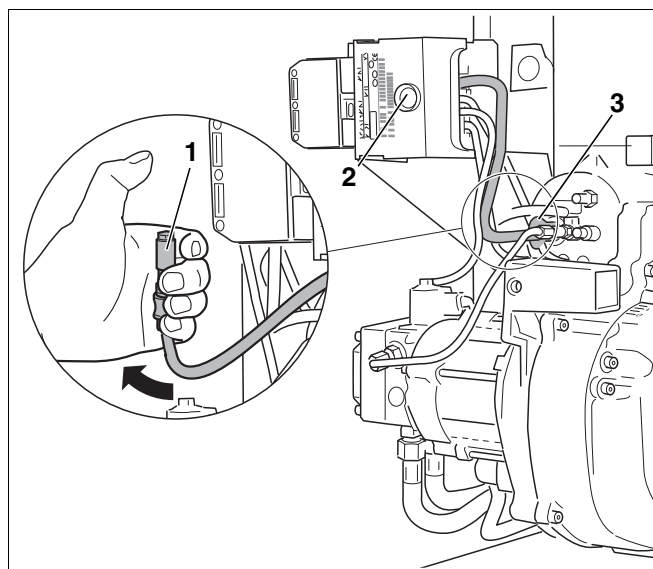

Рис. 19 Проверка работы датчика пламени
- При работающей горелке вынуть датчик пламени из держателя (Рис. 19, поз. 3).
- Закрывать датчик пламени (Рис. 19, поз. 1). После повторного запуска должно произойти отключение из-за неисправности.
- По истечении времени ожидания, составляющего примерно 30 секунд, нужно разблокировать автомат горения дизельного топлива, нажав кнопку подавления помех (Рис. 19, поз. 2).